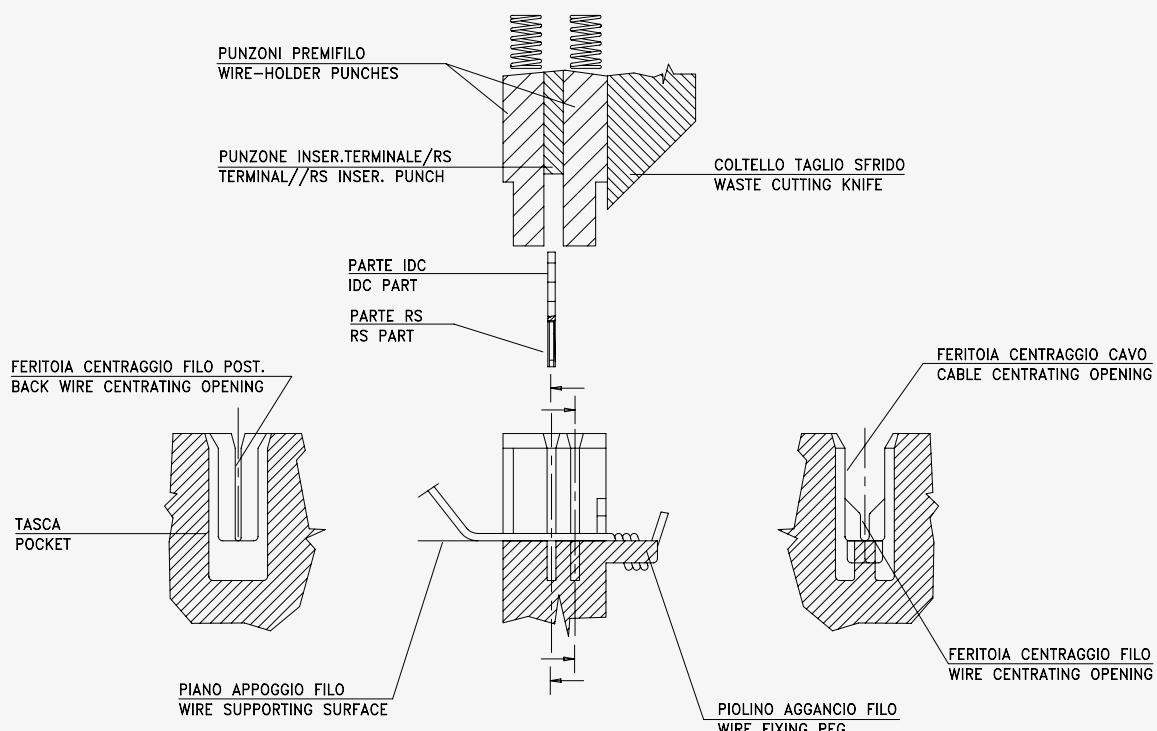
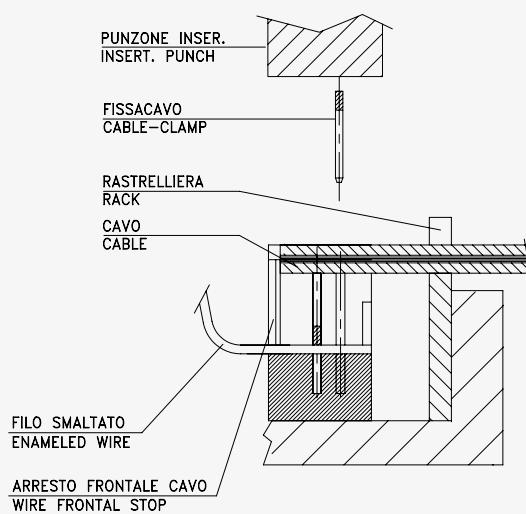
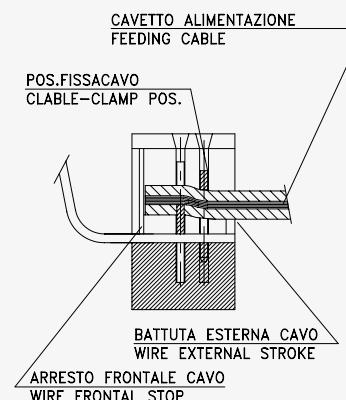

Fig. 5
Fig. 6
Fig. 7
l'applicazione è realizzata mediante l'impiego di due macchine inseritrici (una per terminali "RS-IDC", una per terminali FISSACAVO). In tutte le altre tipologie è sufficiente una macchina e l'uscita dei cavi di alimentazione può essere interna o esterna rispetto all'avvolgimento del motore. Nella prima fase la connessione tra filo e terminale avviene sulla parte inferiore dell'articolo "RS-IDC" (fig. 5) mentre nella seconda la connessione dei cavetti avviene nella parte superiore dell>IDC precedentemente applicato, tramite il bloccaggio con fissacavo (fig. 6). Il risultato finale è quello di fig. 7.
**A – If a connection RS/IDC is used,** the application is performed by means of two inserting machines (one for terminal "RS-IDC", one for cable fastening terminal). In all the other cases a machine is enough and the exit of the feeding cables can be internal or external to the motor winding. During the first phase, the connection between wire and terminal is on the inferior part of the item "RS-IDC" (fig. 5) while during the second phase the cables connection is on the superior part of the IDC applied precedently, by a blocking performed through the cable fastening (fig. 6). The final result is the one shown in figure 7.
- their blocking by means of two wire-holder punches (see fig. 5);
Nella connessione con i cavetti nella parte superiore dell'articolo "RS-IDC", questi devono essere posizionati sulla battuta frontale del connettore (fig. 6) e bloccati sull'apposita rastrelliera per garantire un ancoraggio sicuro durante la movimentazione dello statore nella fase di inserimento del fissacavo. Qualora sia richiesta la connessione di cavetti
In the connection with cables in the upper part of the article "RS-IDC", these must be placed on the frontal stroke of the connector (fig. 6) and blocked on the apposite rack to guarantee a safe anchoring during the stator movement during the cable-clamp insertion. In some cases, anyway, it may be required the connection of cables in the lower part (for example protective